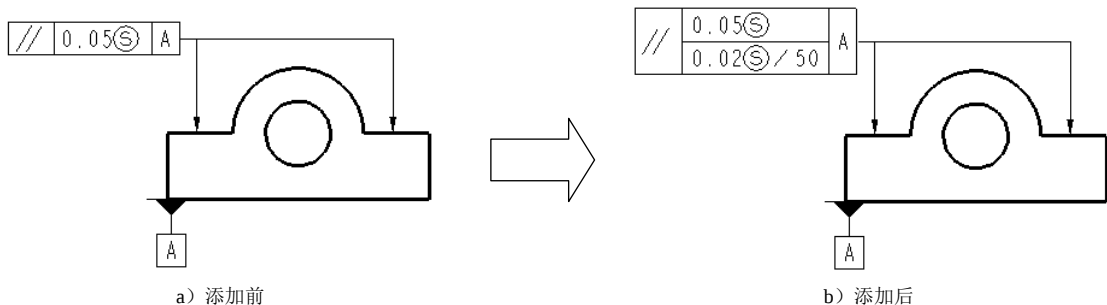

图 5.6.9 添加“每单位公差”
- ☒ **RFS (有标志符)**:表示忽略材料尺寸状态,且在公差值所在框格内显示符号 $\textcircled{S}$,如图 5.6.9 所示。